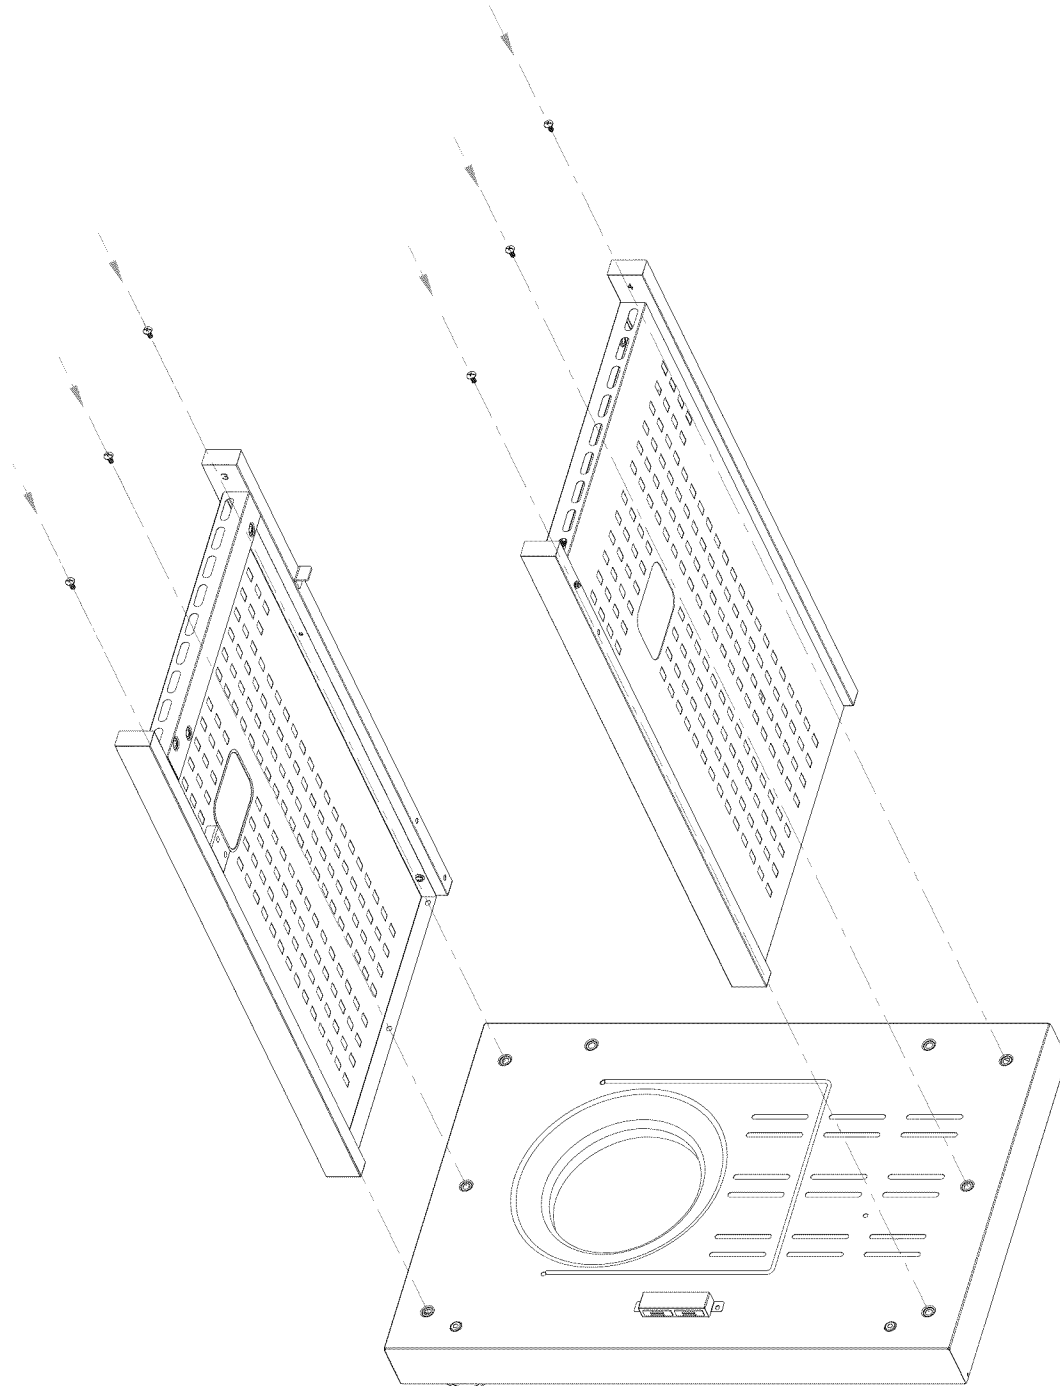

Fig. 4
1. Alinee los orificios de la pata del panel lateral con los orificios de cada lado del estante inferior como se señala en la Fig. 4.
2. Sujete los paneles izquierdo y derecho con los lados del estante inferior con seis (6) tornillos M6 x 13 como se indica en la Fig. 4.